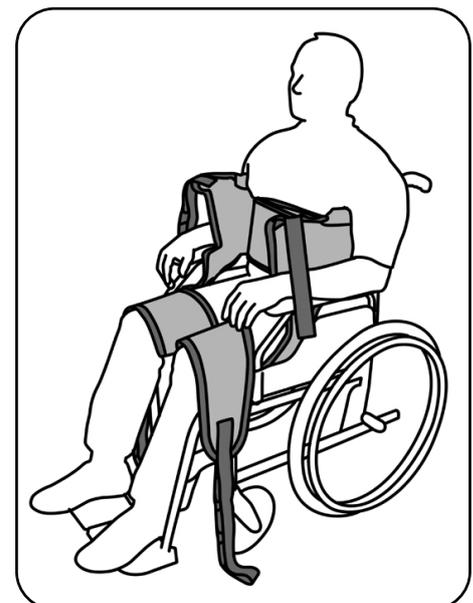

Abb. 8.2.02 – Liftergurt hinter dem Rücken des Patienten positioniert
7. Verschließen Sie die Brustschlaufe um den Brustkorb des Patienten mit dem Klettverschluß so, dass der Liftergurt in seiner Position fixiert ist und den Patienten nicht einschnürt (Abb. 8.2.02).
8. Führen Sie die Beinstützen von außen nach innen unter den Oberschenkeln des Patienten durch, so dass die Beinschlaufen zwischen den Oberschenkeln liegen. Achten Sie darauf, dass die Beinschlaufen gleich lang sind. Straffen Sie die Beinstützen durch seitliches Ziehen, damit sie faltenfrei anliegen (Abb. 8.2.02).